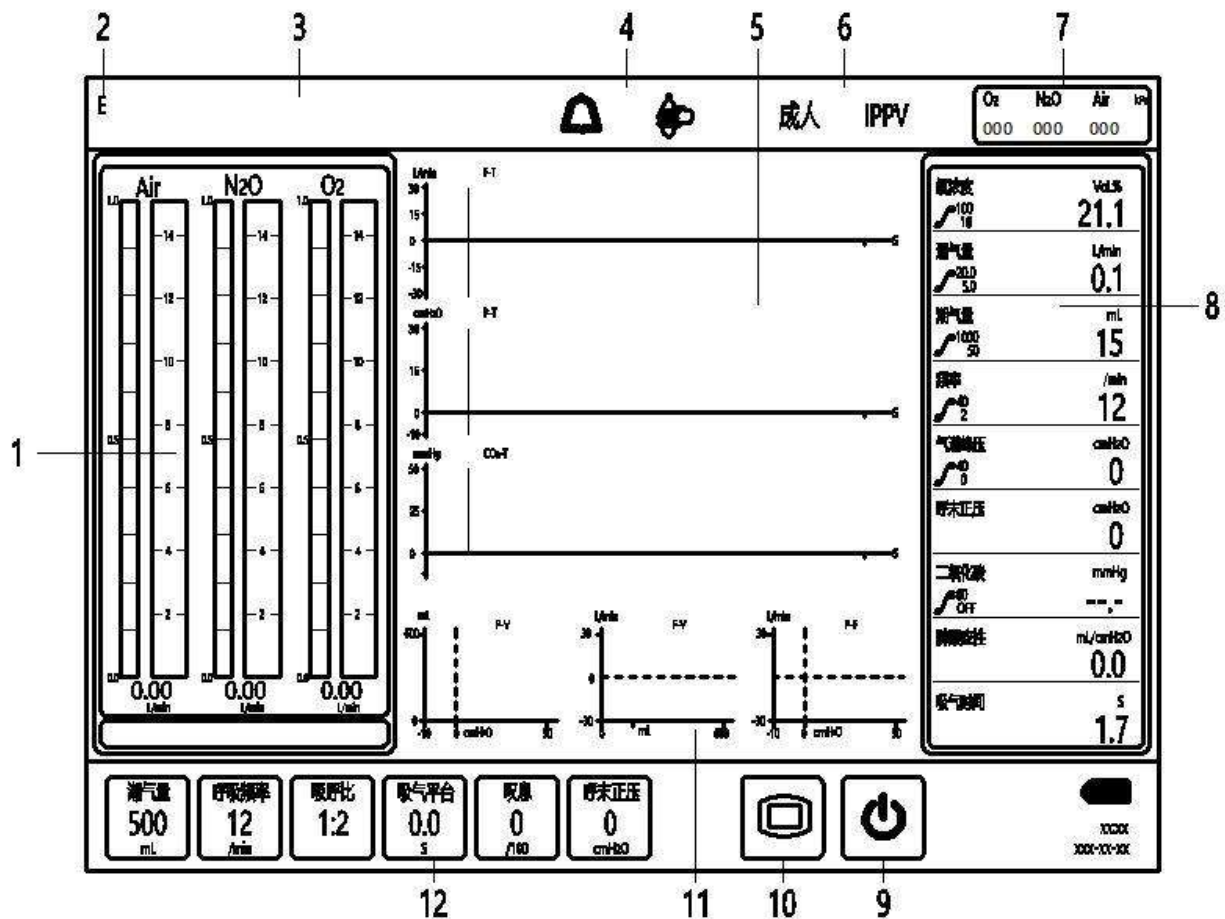

Fig. 11 Interfaz del modo manual
- O presione "  "Presione la tecla (ítem 9 en la fig. 11) en el panel de operación durante aproximadamente 4 segundos y la máquina ingresará en la superficie de selección del modo Adulto/Pediátrico.